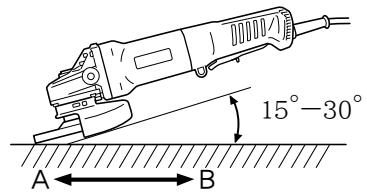

图 6
切勿将砂轮的全表面施加于要研磨的材料上。如图 6 所示，机器应保持 $15^\circ - 30^\circ$ ，使砂轮的外缘以最佳角度与工件相接触。
4. 用新砂轮首次进行研磨时，应将角向磨光机由对面横过工件往操作人员这边拉，以免挖入工件（图 6 的 B 方向）。等砂轮的前缘适当磨损后，就可往任何方向进行研磨。